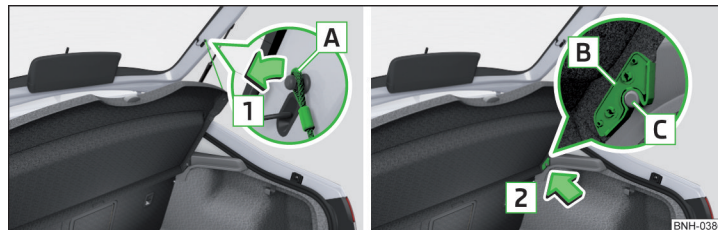

Fig. 90 Scoaterea copertinei portbagajului
Dacă benzile de susținere **A** » fig. 90 sunt agățate de capota portbagajului, la deschiderea capotei se ridică și masca portbagajului (denumită în continuare doar mască).
- Desprindeți benzile de susținere **A** de pe ambele părți ale capotei portbagajului, în sensul săgeții **1** » fig. 90.
- Poziționați elementele de prindere **B** de pe mască deasupra bolțurilor **C** » fig. 90.